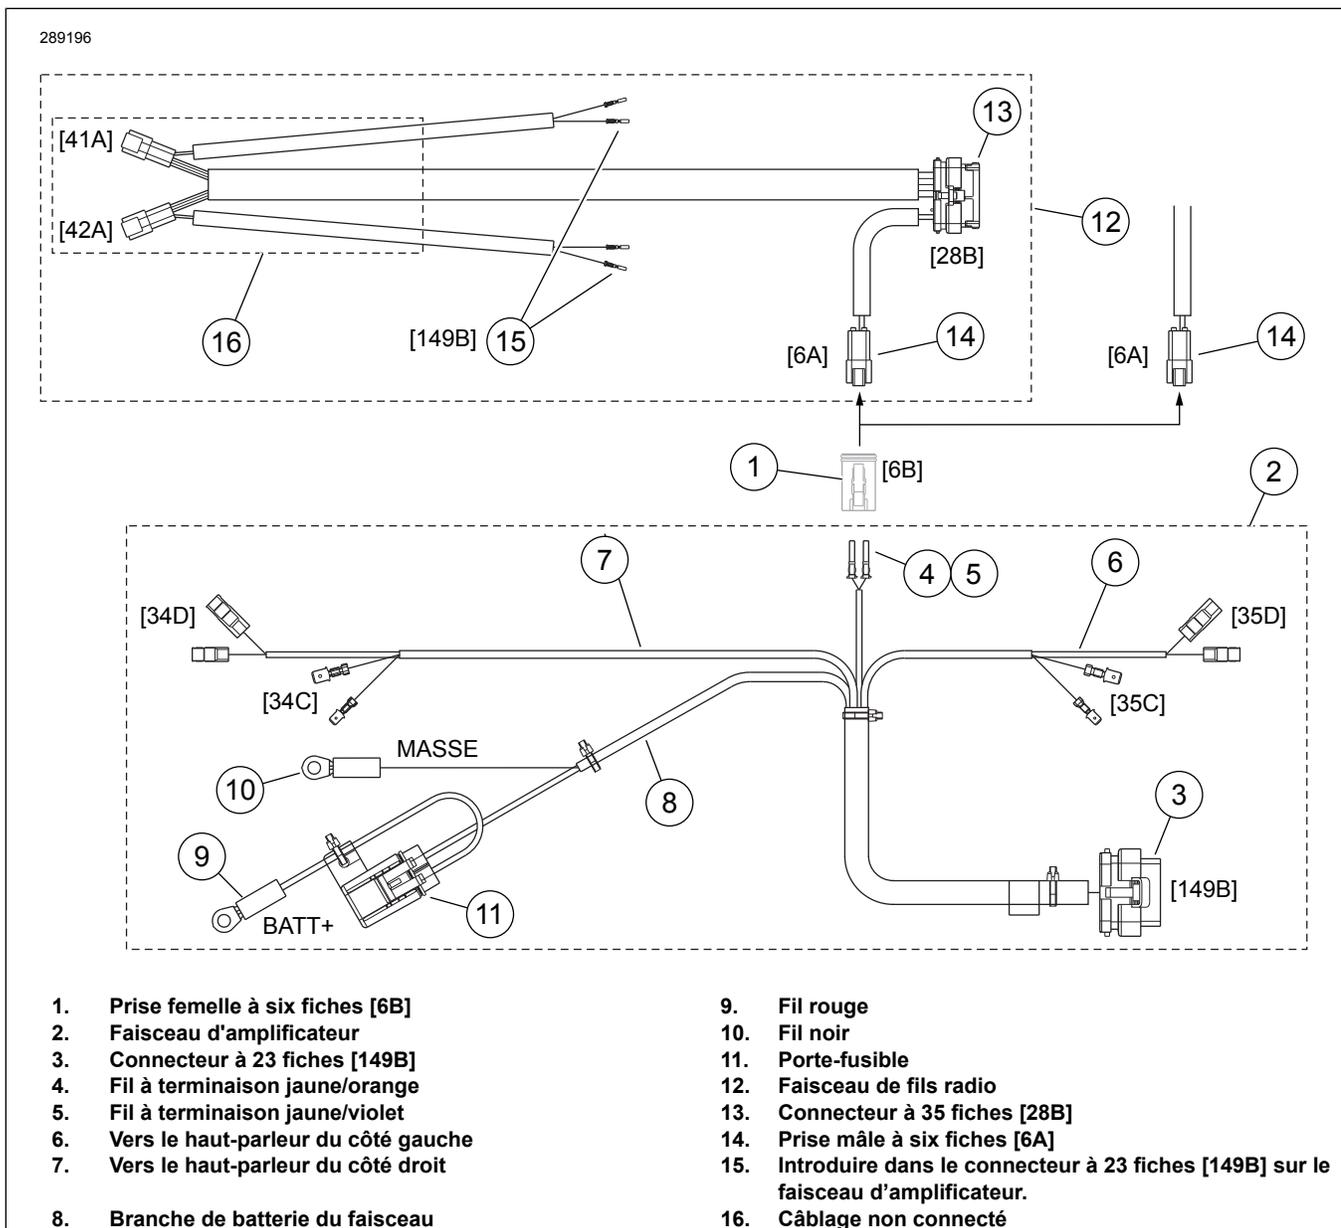

Figure 6. Schéma de connexion de faisceau, amplificateur monté sur carénage
2. Voir la figure 6. Suivre les instructions du manuel d'entretien pour retirer les bouchons des cavités 8, 15, 22 et 23 du connecteur à 23 fiches (3) sur le faisceau d'amplificateur. Installer les fils à terminaison (15) provenant des deux autres connecteurs à six fiches du faisceau de fils radio sur le connecteur à 23 fiches comme suit :
2. Voir la figure 6. Suivre les instructions du manuel d'entretien pour installer le fil à terminaison **jaune/orange** (4) du faisceau d'amplificateur dans la cavité 4 de la prise femelle [6B] (1) et le fil à terminaison **jaune/violet** (5) dans la cavité 5.
4. Brancher la prise femelle à six fiches [6B] sur la prise mâle [6A] (14) du faisceau de fils radio (12) installé dans la section précédente ou du faisceau audio du véhicule.
5. Brancher la prise femelle à 23 fiches (3) sur le réceptacle sur le côté de l'amplificateur. S'assurer d'entendre un « dé clic ».
14. Voir la figure 6. Utiliser un serre-câbles du kit pour enrouler le câblage non connecté (16) du faisceau de fils radio. En option, les fils marron et blanc/marron et leur connecteur [42A] peuvent fournir un signal à un haut-parleur gauche supplémentaire. Les fils vert et vert/marron et leur connecteur [41A] peuvent fournir un signal à un haut-parleur droit supplémentaire.
16. Voir la figure 6. Acheminer l'autre branche (8) du faisceau d'amplificateur vers l'arrière du véhicule jusqu'au chemin de faisceau. Ouvrir le couvercle du chemin de faisceau. Acheminer le faisceau d'amplificateur par les ouvertures du chemin, en utilisant les serre-câbles pour l'attacher au faisceau principal.
17. Acheminer le faisceau le long du côté droit de la cavité de la batterie. Amener le fil rouge (9) de fusible et le fil noir (10) de masse à l'avant du compartiment de batterie.
- d. Voir la figure 6. Rentrer les fils de connexion de porte-fusible (11) et d'amplificateur à l'avant de la batterie.